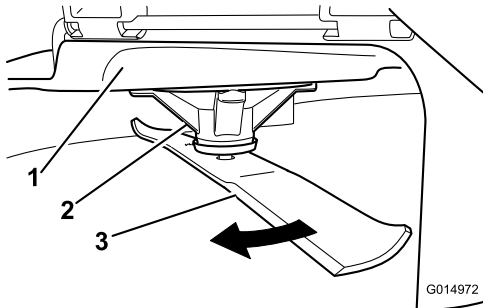

図 55
2. 厚手の丈夫な手袋をはめるなどして確実に保護した手で、ブレードをゆっくり回転させ、適当な位置で、刃先から床面までの距離を測定する 図 55。